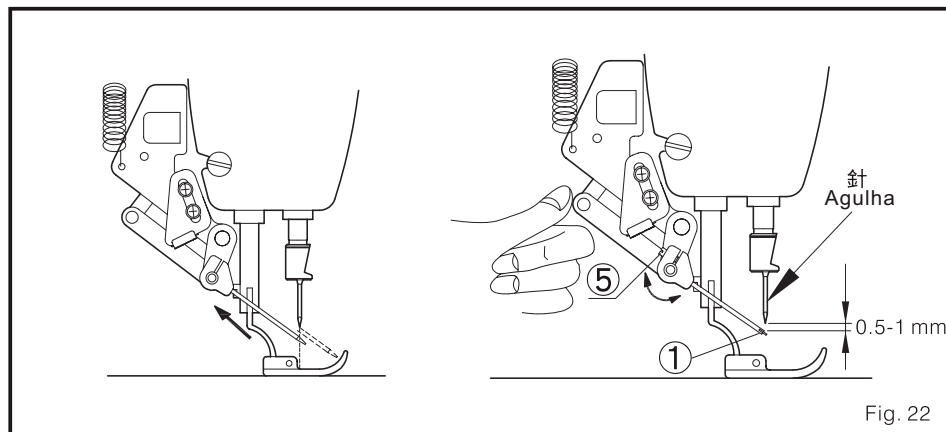

Fig. 22
- (1) Solte o parafuso fixo 5.
- (2) Ajuste a posição do limpador de fio 1 de forma que uma distância existe entre isto e a gorjeta da agulha de cerca de 0.5-0.6 mm.
- (3) Se o espaço for maior a 1mm, é difícil e não viável enganchar o fio. Se o espaço é menor a 0.5mm, o limpador de fio 1 você colidiu com a gorjeta da agulha. (Fig. 22)